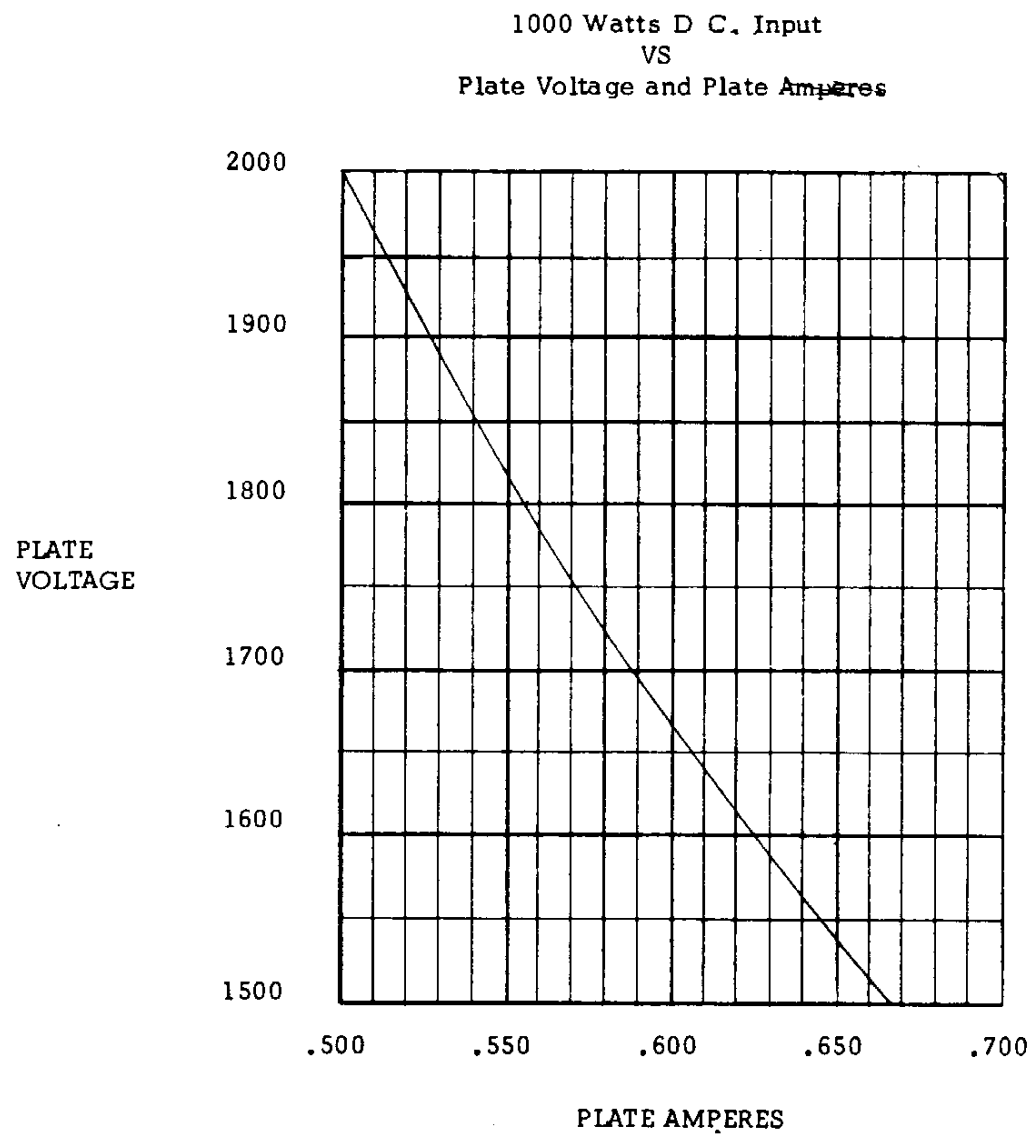

Figure 3-2. Plate Voltage and Plate Current VS 1,000 Watts DC Input Power
Schalten Sie den Exciter ein und erhöhen die Ausgangsleistung des Exciters, wobei Sie einen Anodenstrom von 0,400 nicht überschreiten. Stimmen Sie mit dem Regler PLATE auf einen Dip im Anodenstrom ab. Justieren Sie abwechselnd die Regler LOAD und PLATE, wobei Sie die Exciterleistung ansteigen lassen in kleinen Beträgen, bis die maximale Ausgangsleistung bei einem Anodenstrom von 0,565 A eintritt. Wegen Schwankungen der Netzspannung ist eine Kurvendarstellung (Fig 3-2) mitgegeben worden, welche die Anodenspannung und den Anodenstrom für eine Gleichstromeingangsleistung von 1000 Watt in Zusammenhang bringt, und die zu benutzen ist, um sicherzugehen, daß der L-4 B mit oder nahe der maximal zulässigen Eingangsleistung gefahren wird. Für den Fall, daß der maximale zulässige Input nicht erreicht werden kann, wegen zu niedriger Exciterleistung, dann stimmen Sie den L-4 B auf maximale Vorwärts HF-Watt bei maximaler Exciterleistung ab.
S. 3-3 Fig. 3-2 Anodenspannung und Anodenstrom bezüglich 1000 Watt Gleichstrom-eingangleistung.